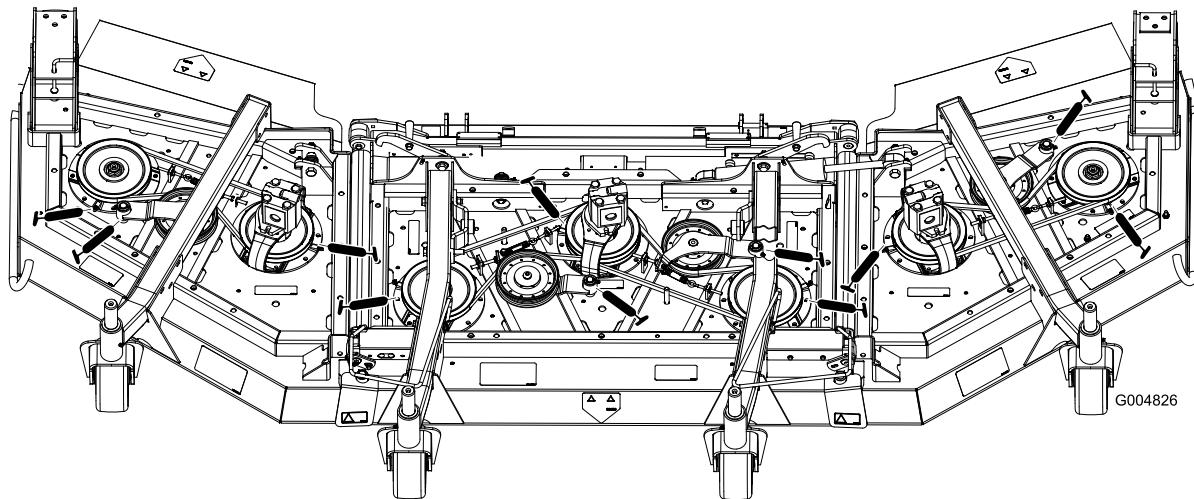

Bild 68
- Drei Spindelwellenlager (unter der Riemscheibe) (Bild 68)
- Zwei Spannarm-Drehbüchsen (Bild 68)